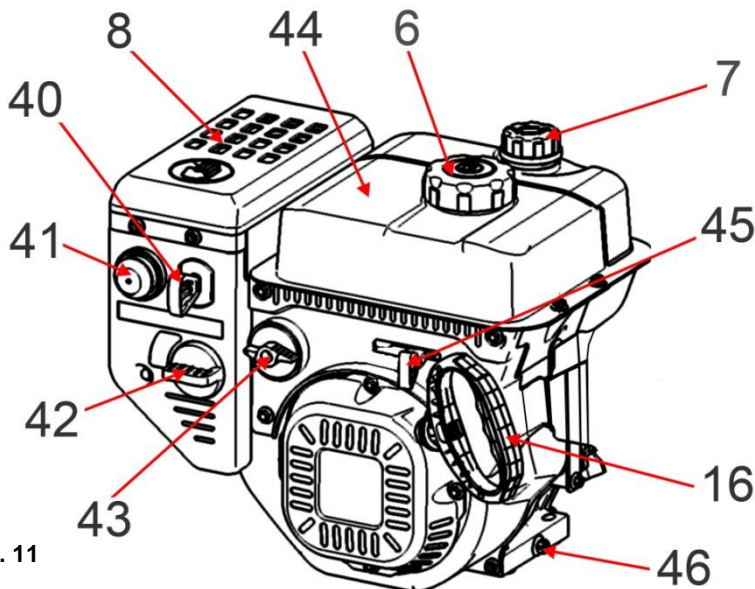

Рис. 11
- Откройте крышку (7). Крышка имеет встроенный щуп уровня масла.
- Снова выньте щуп – и на нем останется метка уровня масла. Если уровень масла меньше нижней линии (L) на щупе, долейте масло до отметки МАКСИМУМ (символ «Н») на щупе.
- Для слива отработанного масла, очистите поверхность около сливной пробки (46)(См. Рис.11).
### Органы управления двигателя (См. Рис.11)
- Установите рычаг крана подачи топлива (43)(См. Рис.11) в положение «Открыто» (ON).
- Поставьте рычаг привода воздушной заслонки (42)(См. Рис. 11) в следующее положение:
4.3.1. Откройте топливный кран (43)(См. Рис.11).
4.3.2. Закройте воздушную заслонку карбюратора (42)(См. Рис.11).
4.3.4. Возьмите крепко в руки пусковую рукоятку (16)(См. Рис.11). Крепко удерживая ее в руках, плавно потяните шнур стартера, пока барабан стартера не войдет в зацепление с собачками храпового механизма.
- После запуска двигателя полностью откройте воздушную заслонку карбюратора (42)(См. Рис.11).
- Установите рычаг управления оборотами двигателя (дроссельной заслонки) (45)(См. Рис.11) в положение «Черепашка» (вправо).
- Установите кран подачи топлива (43)(См. Рис.11) в положение «ВЫКЛ» (OFF).